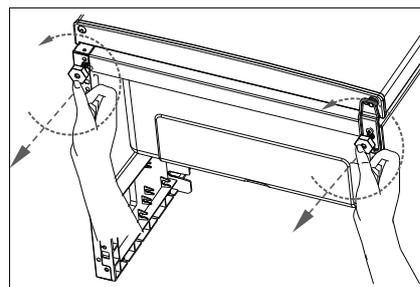

Fig. 1
- ▶ Tournez le thermostat (1) brièvement au-delà de la position 1 sur la position ●. Un clic retentit. L'appareil s'éteint. Un clic retentit. L'appareil s'éteint. Débranchez la fiche d'alimentation (8) de la prise de courant.
- ▶ Retirez les tiroirs de congélation (9) et les clayettes en verre (2/3) comme indiqué dans le chapitre suivant.
- ▶ Tournez les deux pieds de l'appareil (7) dans le sens inverse des aiguilles d'une montre (fig. 1).
- ▶ Gardez la porte du congélateur (4) fermée.